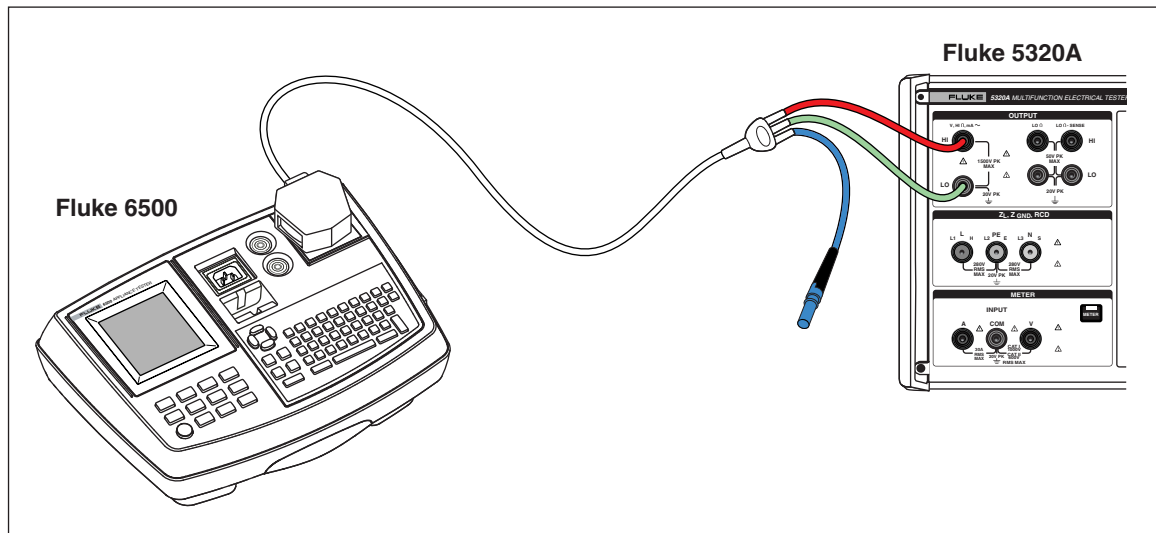

图7-13.在 Fluke 6500 上进行的无源泄漏电流校准
2. 使用图7-13、7-14或7-16，将 UUT 连接到校准器的输出 mA~ HI 和 LO 端子。